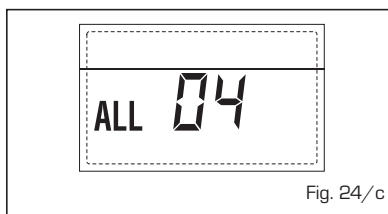

Fig. 24/c
**- ANOMALÍA SONDA CALEFACCIÓN "ALL 05" (fig. 24/d)**